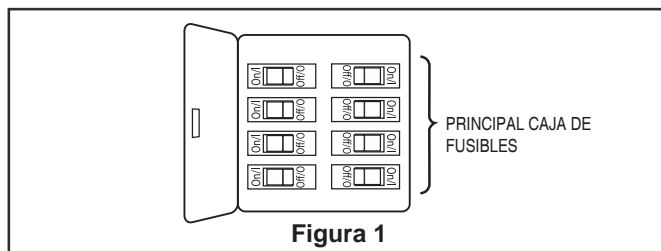

Figura 1
Caja de perfil bajo (Figura 1)
1. Retire los dos tornillos de fijación del soporte y las tuercas y conserve para su reinstalación en el Paso 4 de la página 28. Desmonte la carcasa de la cubierta superior extrayendo los seis tornillos ubicados en la parte superior de la unidad del motor y guárdelos para el paso 3. Gírela cuidadosamente y levante la carcasa. (Figura 1)
1. Extraiga la pieza de la bola colgante de la unidad de la bola colgante / varilla aflojando el tornillo de presión de la bola colgante hasta que la bola se libere de la varilla. Retire el pasador del barral y luego extraiga la semiesfera. Conserve el pasador y la semiesfera para su reinstalación en el Paso 6. (Figura 1)
Para evitar posibles descargas eléctricas, asegúrese de que la electricidad esté desconectada en la caja de fusibles principal antes de colgar el ventilador. (Figura 1)
Para evitar una posible descarga eléctrica, asegúrese de cortar la alimentación eléctrica de la caja de fusibles principal antes de alambrado el ventilador. (Figura 1)
1. Retire uno de los dos tornillos de reborde de la abrazadera para colgar. Afloje el segundo tornillo de reborde sin retirarlo del todo. Ensamble la base girando el chavetero de la base sobre el tornillo de reborde de la abrazadera para colgar. Ajuste el tornillo de reborde. Ensamble por completo el segundo tornillo de reborde que antes había retirado y ajústelo. (Figura 1)
1. Retire uno de los tres tornillos en la placa del adaptador en la parte inferior del ensamble del motor. Afloje ligeramente los dos tornillos restantes. Ensamble el ensamble de la placa de iluminación en la placa del adaptador del ensamble de motor mediante los dos chaveteros del ensamble de la placa de iluminación. Vuelva a colocar el tercer tornillo y apriete todos los tornillos. (Figura 1)